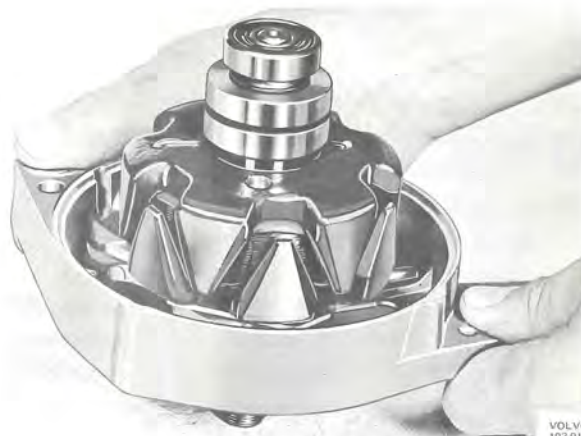

Bild 3-32. Demontering av främre lagersköld
8. Lossa de tre skruvarna som håller främre lagrets stödplatta. Frigör lagret genom att slå axeländan mot en träbit, bild. 3-32.